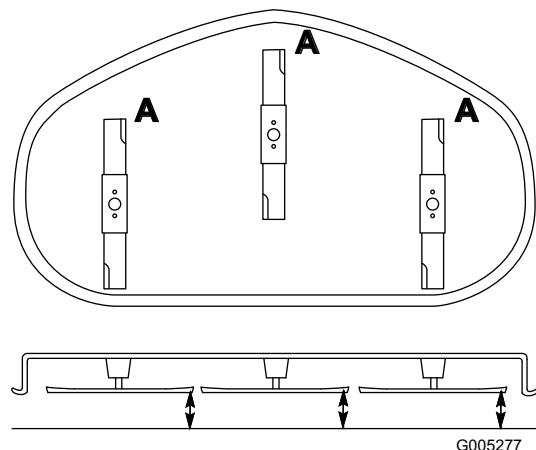

Figure 34
1. Tournez les lames dans le sens longitudinal (Figure 34). Mesurez la distance entre la surface plane et le tranchant (position 1.5) des lames (Figure 34) et notez cette valeur.